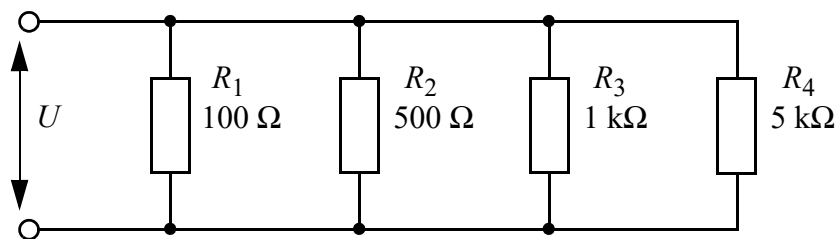

Figure 2.10 Quatre résistances en parallèle. La tension U se retrouve aux bornes de chaque résistance.
2.10 * On demande ici comment se comporte le courant dans 4 résistances en parallèle. La **Figure 2.10** répond à cette question. On voit déjà que la tension U se retrouve identique aux bornes de chaque résistance. Dans ce cas, ce qui change est le courant dans chaque résistance, donné par :